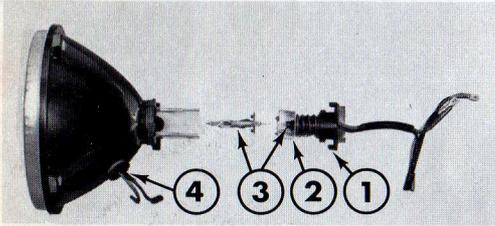

Fig. 37 - Code Route (grand \emptyset) Lampes iode
A. Fourniture « Marchal » (Fig. 37).
Les lampes sont intégrées aux projecteurs Code-Route (Grand diamètre) (v. fig. 37 et 38).